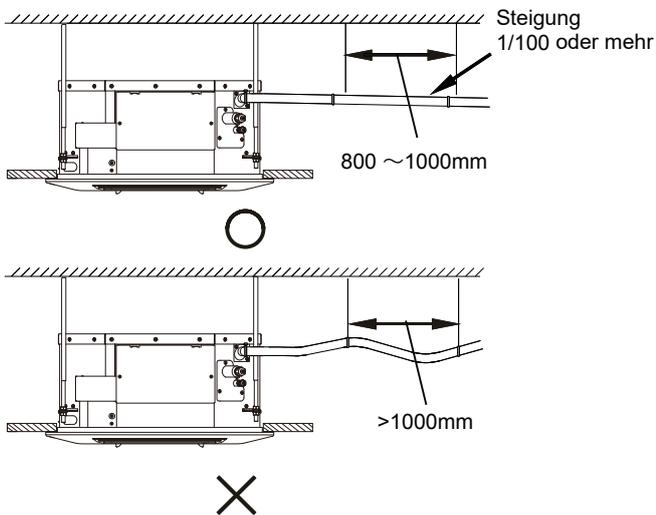

Abbildung 5.1
- Um den Rückfluss von Wasser in das Innere der Klimaanlage bei Betriebsunterbrechung zu verhindern, sollte die Wasserabflussleitung mit einer Neigung von mehr als 1/100 nach unten nach außen (Dränageseite) geneigt sein. Achten Sie darauf, dass das Wasserabflussrohr nicht quillt oder Wasser speichert, da es sonst seltsame Geräusche verursacht. Siehe Abb. 5.1
- Beim Anschluss der Wasserabflussleitung dürfen die Rohre nicht mit Gewalt gezogen werden, um ein Lösen der Wasserabflussleitungen zu verhindern. Gleichzeitig alle 0,8~1 m einen Stützpunkt setzen, um ein Verbiegen der Wasserabflussrohre zu verhindern. Siehe Abb. 5.1